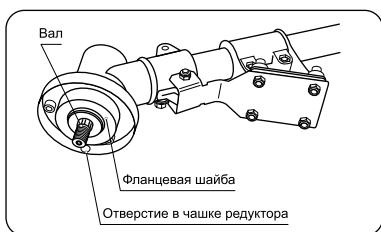

рис. 2
7. Установите планку защитного кожуха, зафиксируя ее на редукторе с помощью винта (рис. 2). Установите защитный кожух и зафиксируйте его четырьмя винтами.